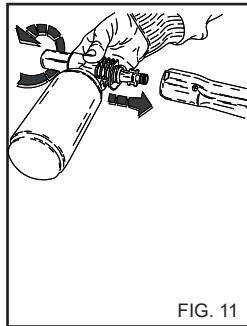

FIG. 11
- 2) Tag forlængerstykket af håndgrebet og sæt rengøringsmiddelsprøjtesættet (fig. 11) ind; start rengøringsmaskinen og kom væske på den overflade, der skal renses. Begynd nedefra og fortsæt i opadgående retning. Hvis maskinen er udstyret med opspugning af rengøringsmiddel, skal man åbne for doseringshanen (Fig. 5B) og flytte dysen fremad. Lad virke et par minutter.